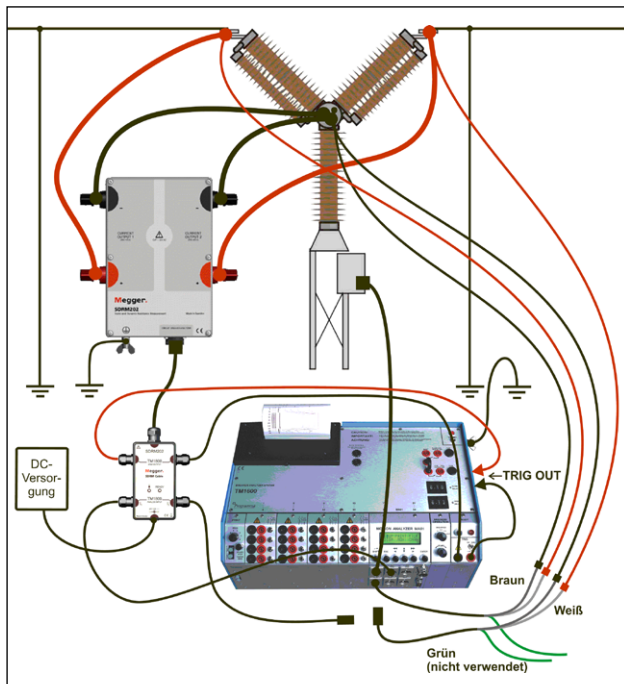

Abb. 7.2.1 Beispiel für eine Zusammenschaltung mit SDRM202. SDRM201 wird auf dieselbe Weise, jedoch nur mit einem Kanal zusammenschaltet.
- 1] Verbinden Sie SDRM201/202 und den Schalter, siehe Beispiel auf Abb. 7.2.1.